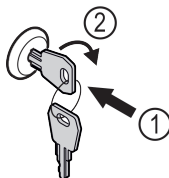

Fig. 194
- ▶ Vstavite ključ. Fig. 194 (1)
- ▶ Ključ obrnite v smeri urnih kazalcev za 90°. Fig. 194 (2)